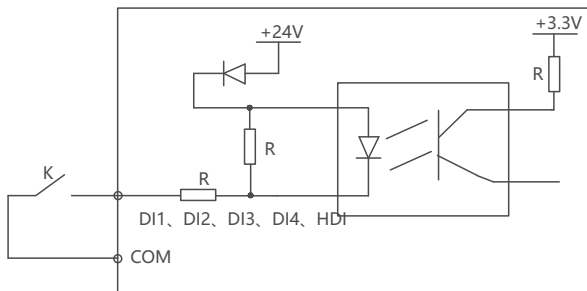

图5-5 使用内部+24V电源的连线方式
a) COM是DI1~DI4及HDI的公共端子, 端子固定接+24V。DI1~DI4及HDI与外部典型的接线方式如图5-5和5-6所示: